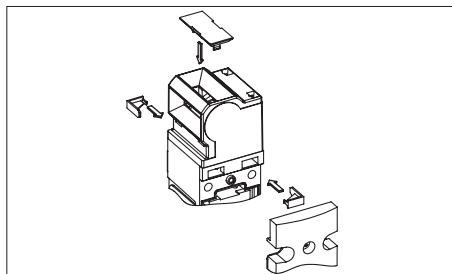

Fig. 2 : Installation des cales de sécurité, obturbation de l'ouverture d'actionnement
3. En option : utiliser les cales de sécurité fournies comme protection antitorsion (voir Fig. 2).
4. Obturer l'ouverture d'actionnement non utilisée à l'aide du capuchon de fente fourni (voir Fig. 2).